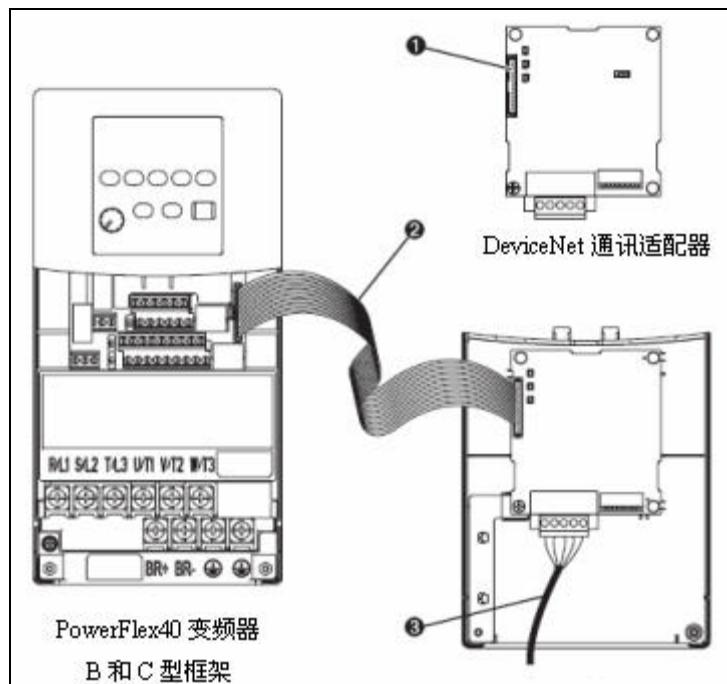

图 3-27 安装 22-COMM-D 通讯适配器
1. PowerFlex 40&400 变频器通过 22-COMM-D 适配器接入 DeviceNet 网络，如图 3-27 所示：